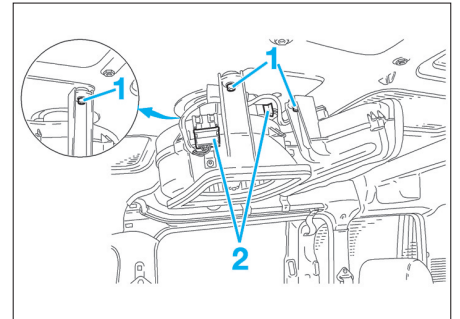

FIG. 17
- Débrancher les connecteurs (2) (Fig.17).